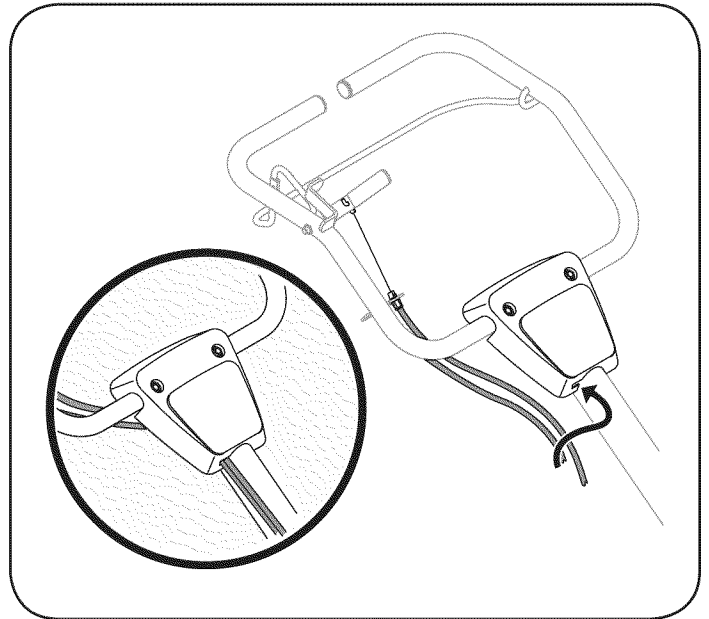

Figura 4
2. Calce los cables en las guías ubicadas en el panel del manillar como se ve en la Figura 4.